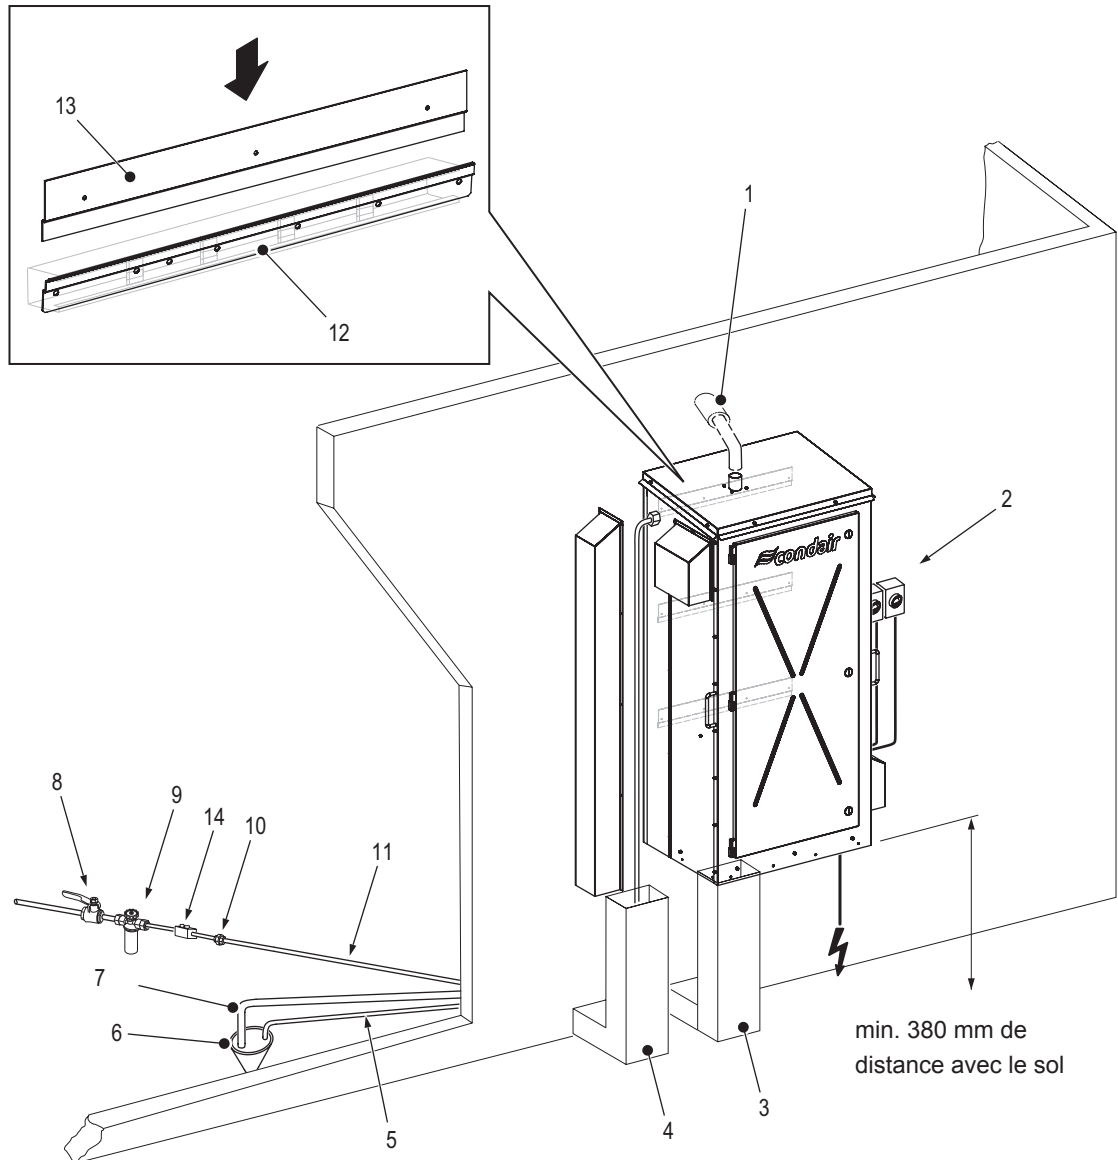

Fig. 7: Installation standard sur le cadre de montage (appareil de taille moyenne en image)
- sur une surface verticale appropriée d'un mur extérieur, voire Fig. 7 dans Chapitre 5.2.3.